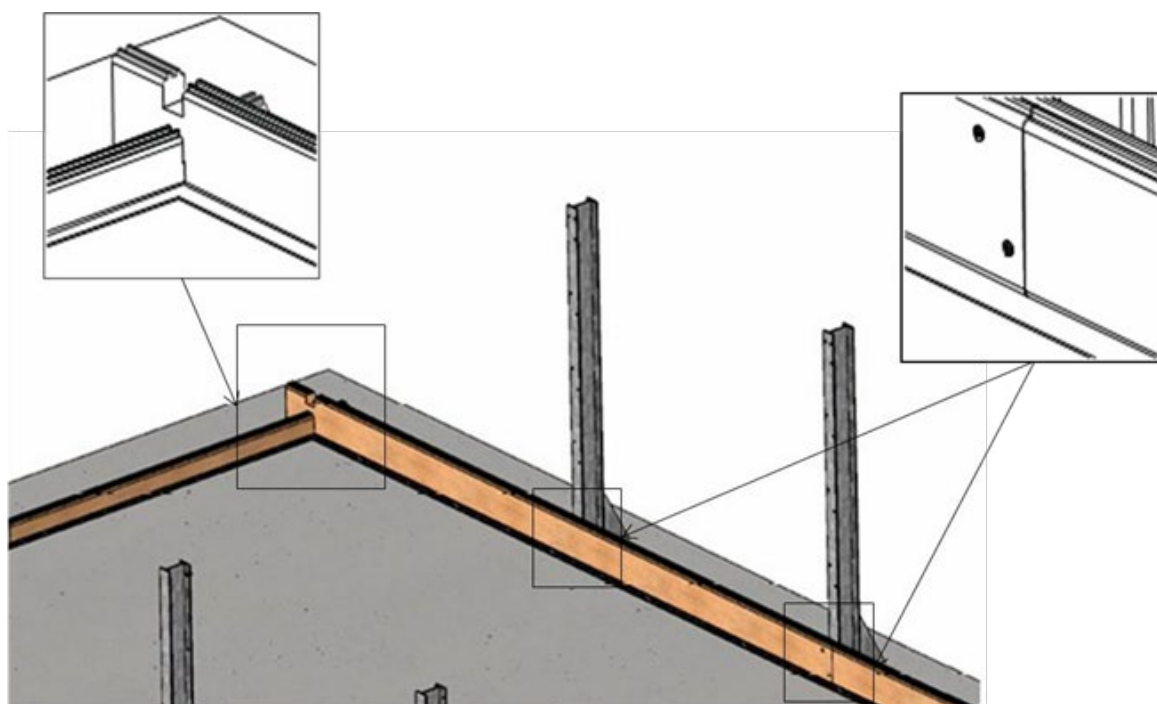

Figura 10 – Bloqueo de tablonos entre ellos
- entre ellas como se indica en la *Figura 10*, usando 2 tornillos por par de tablas, y a ambos lados, cada uno con 10 tablas de altura, para un total de 80 tornillos de cabeza avellanada torx 5 × 40 de acero inoxidable A4 roscados 25 mm (bolsa C).